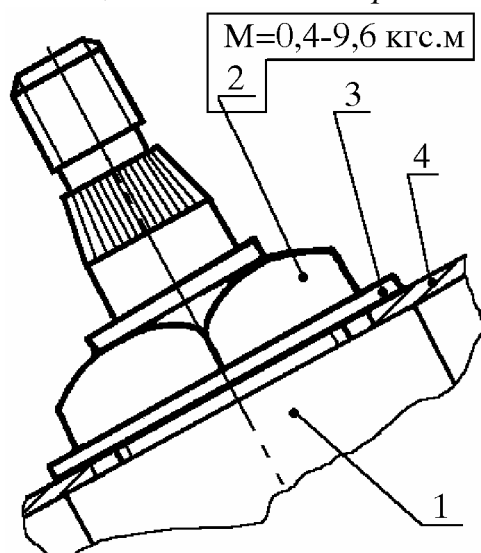

Рис. 14. Крепление стеклоочистителя к верхней панели передка:
1) две гайки 2 (рис. 14) крепления стеклоочистителя 1 к верхней панели 4 передка затянуть с моментом от 4 до 6 Н.м (0,4 - 0,6 кгс.м)